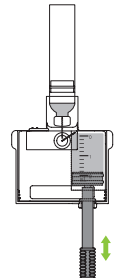

Abbildung 60
5. Drücken Sie die Füllhilfe langsam zurück, um die Blasen wieder in die Ampulle zu befördern, und ziehen Sie dann wieder langsam an, um mehr Insulin in das Reservoir zu befördern. Wiederholen Sie diesen Vorgang, bis das Reservoir genügend Insulin enthält und keine Luftblasen mehr vorhanden sind (Abbildung 60).